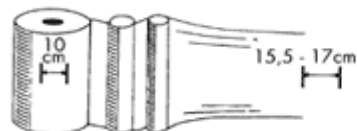

fig. 6
- Inną metodą kontroli jest narysowanie dwóch pionowych linii na folii jeszcze zwiniętej na rolce w odległości 10 cm jedna od drugiej. Po przejściu przez rolki naciągu wstępnego linie te powinny być odległe o 15,5 do 17,0 cm(rys.6). Nigdy nie należy przekraczać podanego przedziału.